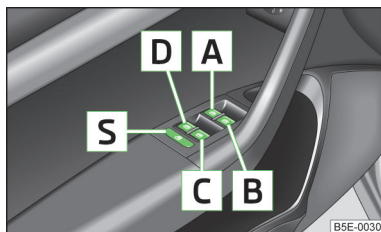

Fig. 23
- Când se transportă copii pe locurile din spate, vă recomandăm să scoateți din funcțiune comutatoarele din portierele din spate (comutatorul de siguranță) **S** » fig. 23 la pagina 50.
Tastele macaralelor geamurilor » fig. 23.
Prin apăsarea comutatorului de siguranță **[S]** » fig. 23, puteți scoate din funcțiune tastele acționării geamurilor din portierele din spate. Apăsând încă o dată comutatorul de siguranță **[S]**, puteți restabili funcționarea tastelor acționării geamurilor din portierele din spate.
- Mențineți tasta **A**¹⁾ în poziție de deschidere » fig. 23 la pagina 50.
- Mențineți tasta **A**¹⁾ în poziție de închidere » fig. 23 la pagina 50.